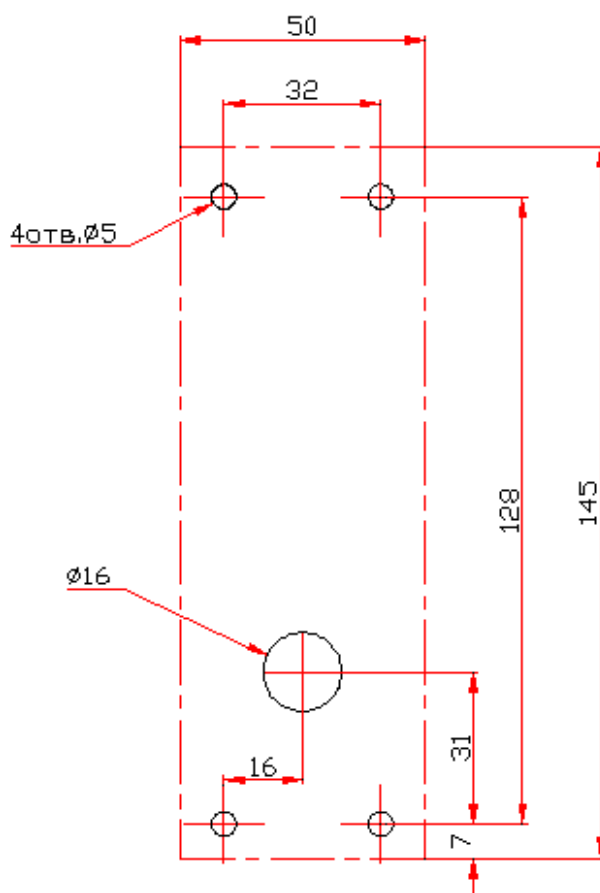

Рис. 2. Разметка отверстий для установки счетчика
3. Произведите разметку и разделку отверстий на установочной поверхности для крепления металлического основания и проводки кабеля от считывателя (см. рис. 2).